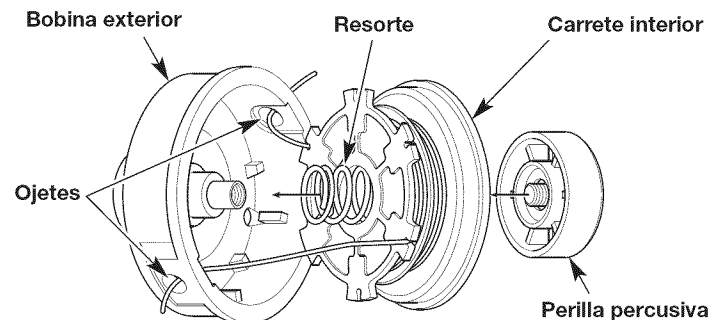

Fig. 16
1. Pase los dos extremos de línea a través de los ojetes de la bobina exterior. Ponga el resorte dentro del carrete interior. Inserte el carrete interior en la bobina exterior. Empuje a la vez el carrete interior y la bobina exterior (Fig. 16).